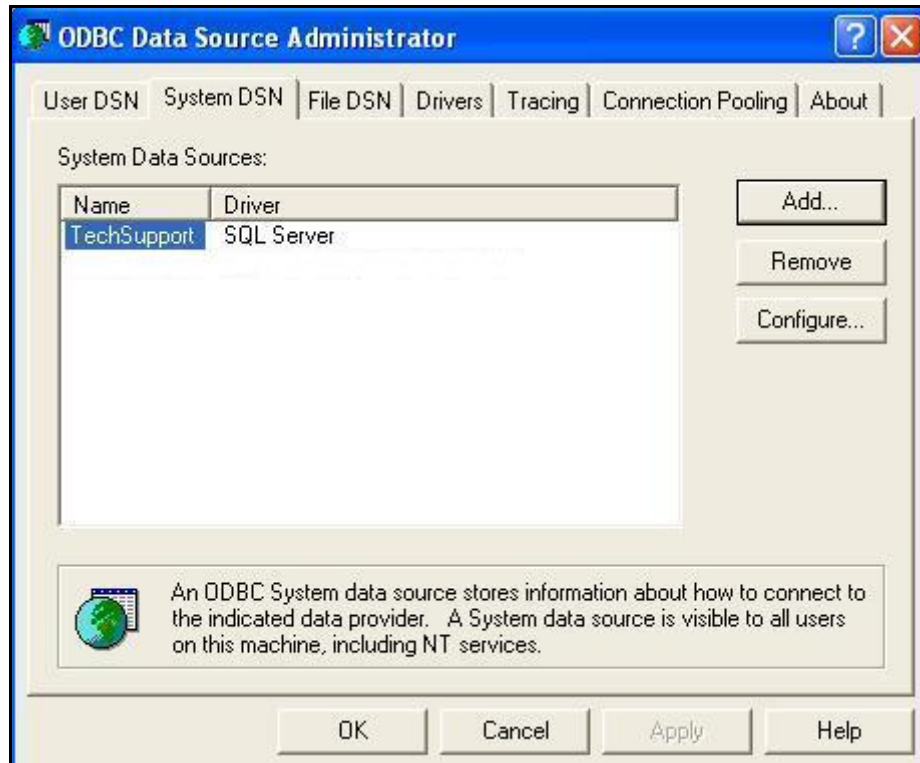

Figure 52 - ODBC Data Source Administrator (System DSN Tab)
2. Select the **System DSN** tab (Figure 52).